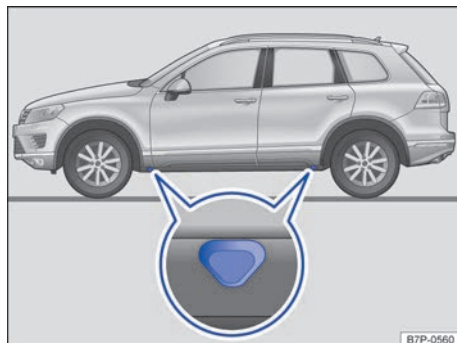

Fig. 291 Puntos de apoyo para el gato.
El gato únicamente se deberá colocar en los refuerzos de los bajos del vehículo que se encuentran detrás de las marcas que hay en la carrocería → fig. 291. El punto de apoyo válido es el que se encuentra junto a la rueda correspondiente → .
6. Busque debajo del vehículo el punto de apoyo para el gato → fig. 291 que se encuentre más próximo a la rueda que haya que cambiar.